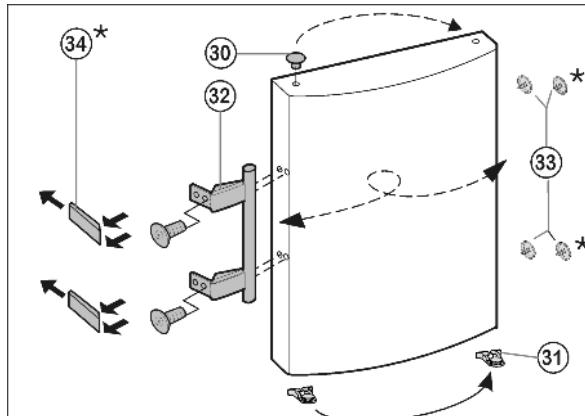

Fig. 8
- ▶ Извлеките пробку *Fig. 8* (30) из опорной втулки дверцы и переставьте.
- ▶ Снимите и переставьте на противоположную сторону дверную ручку *Fig. 8* (32), пробку *Fig. 8* (33) и прижимные пластины* *Fig. 8* (34).